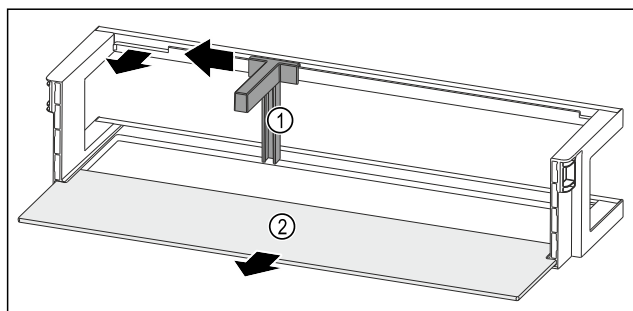

Fig. 51 Deurrek met flessenhouder en draagplateau
- Flessenhouder Fig. 51 (1) tot aan de uitsparing opzij schuiven.
- Flessenhouder Fig. 51 (1) verwijderen.
- Draagplateau Fig. 51 (2) verwijderen.